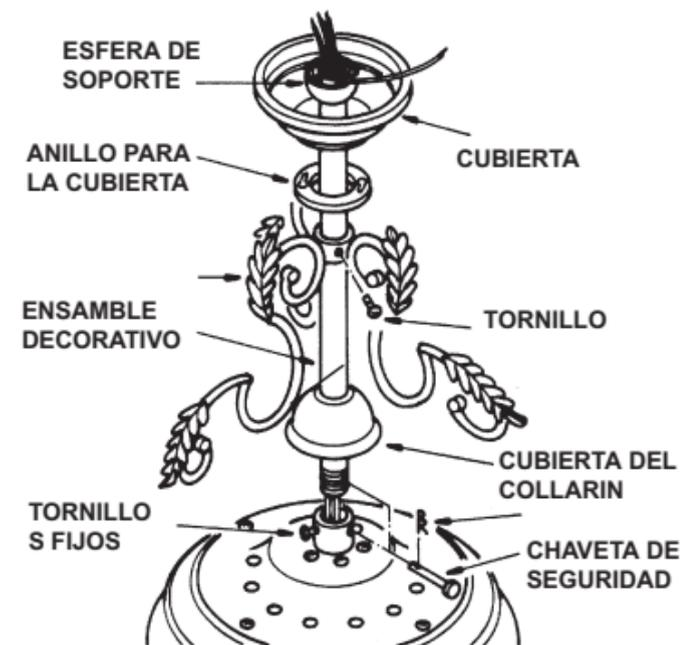

Fig.11
Paso 7. (Fig. 11) Meta cuidadosamente los alambres del ventilador a través del tubo de montaje. Atornille el tubo de montaje sobre la conexión hasta que los agujeros del tubo de soporte y el collarín queden alineados. Reinstale la chaveta y la chaveta de seguridad. Apriete bien los tornillos fijos.
Paso 8. Deslice la cubierta del collarín, ensamble decorativo, anillo para la cubierta, cubierta y la esfera de soporte. Instale el perno y apriete el tornillo fijo de la esfera de soporte. (Fig. 11)